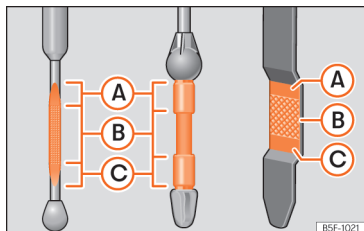

Abb. 228 Ölmesstab
- Den Messstab anschließend wieder herausziehen und den Ölstand ablesen »» (Abb. 228). Füllen Sie gegebenenfalls Motoröl nach.
- Wenn der Ölstand mindestens den Bereich »» **[Abb. 228]** **B** erreicht hat, vorsichtig den Deckel des Einfüllstutzens aufschrauben »» **ⓘ**. Motoröl-Spezifikation »» **S. 367.**